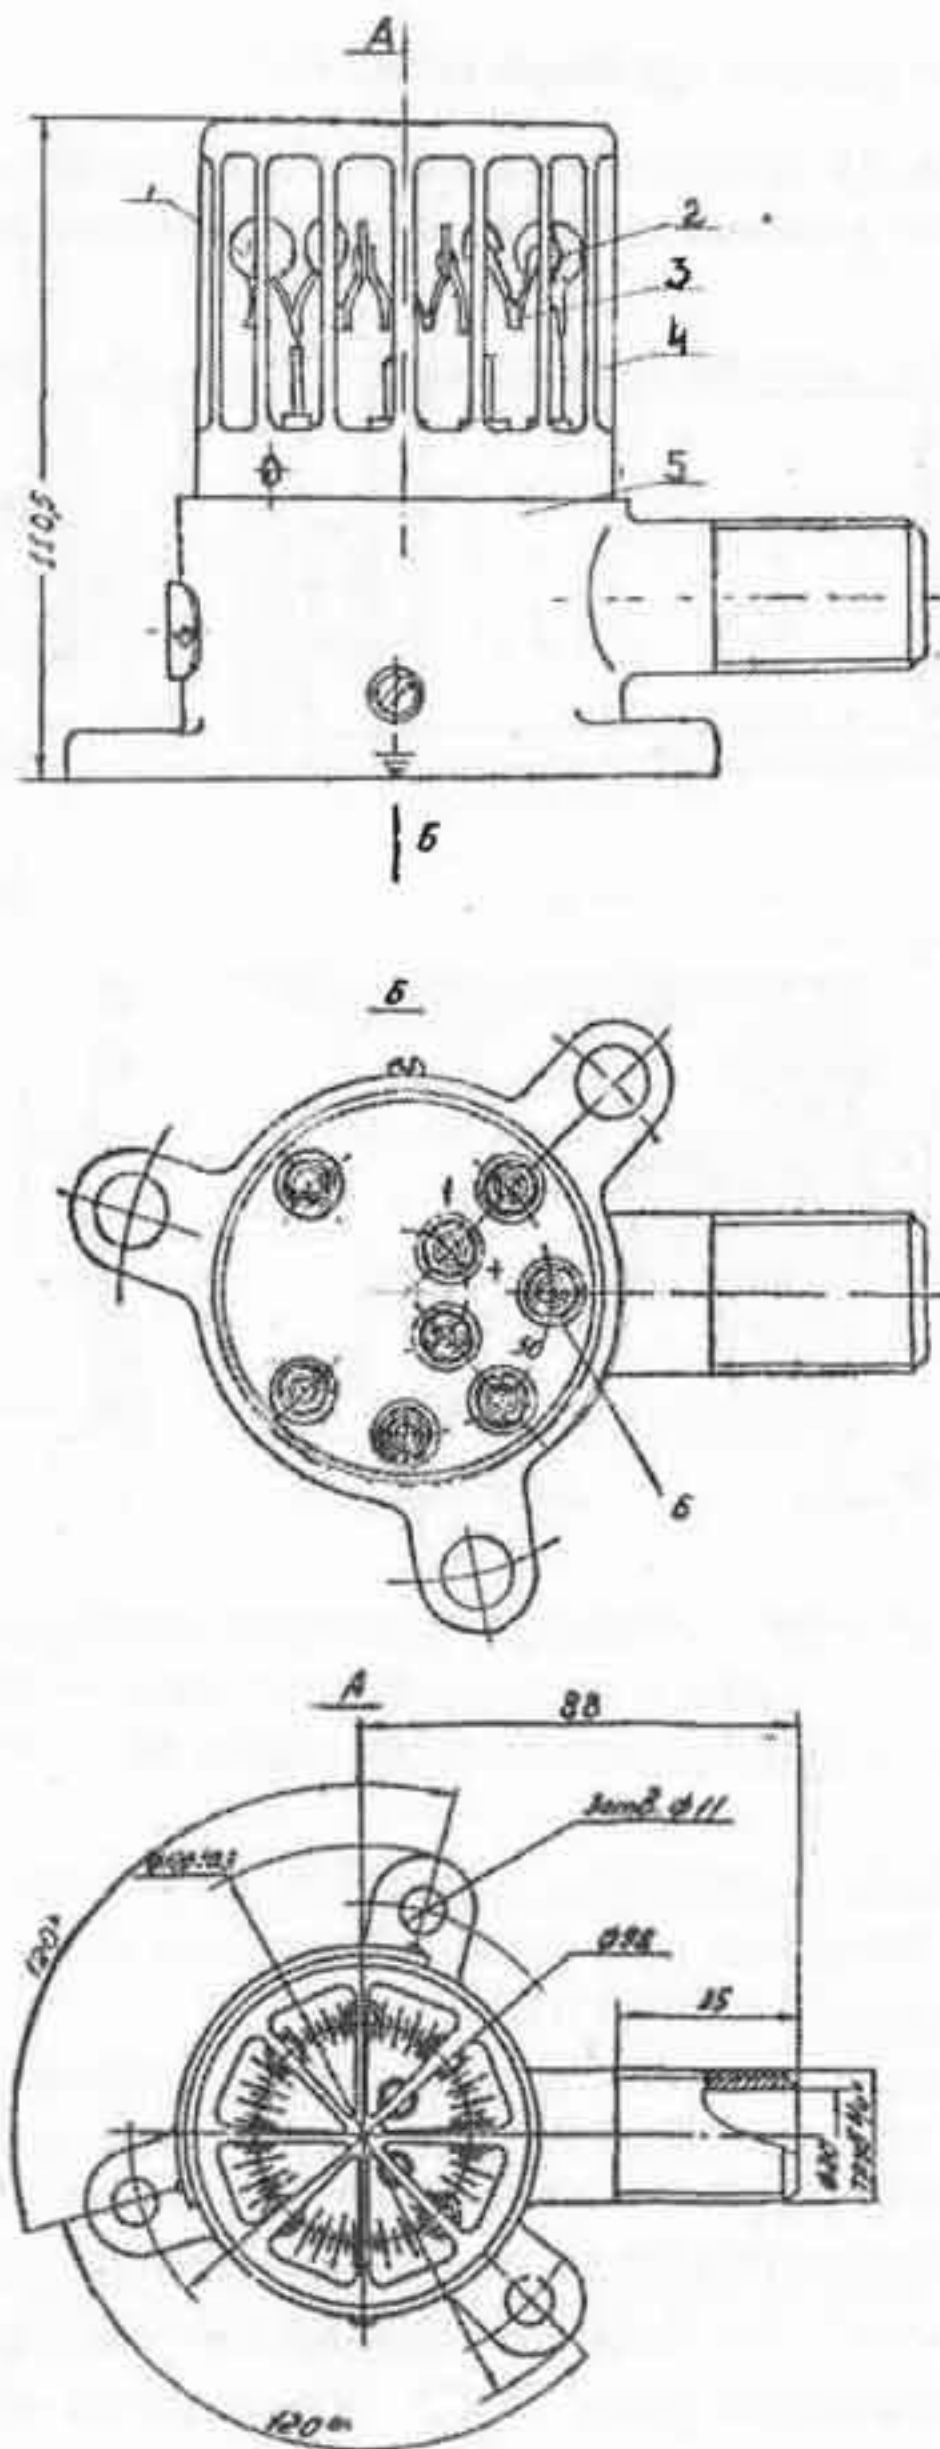

Рис.1 Извещатель ДПС-038
4.1.1. Извещатель ДПС-038 (рис.1) представляет собой термобатарею (1) которая состоит из хромель-копелевых термопар соединенных последовательно. Термобатарея подпаяна к штырям (6), которые закреплены на силуминовом основании (5). Штырь на внутренней стороне основания, обозначены цифрой „1” и знаком „+”, является положительным выводом термобатареи. Штырь, обозначенный цифрой „50”, является отрицательным выводом термобатареи. Для увеличения жесткости термобатарея припаяна до восьми штырям.